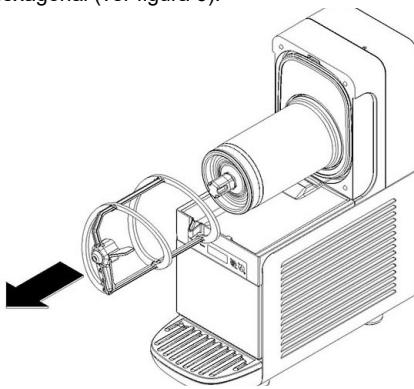
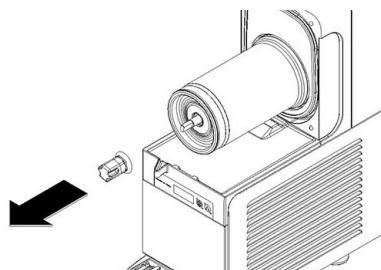

figura 5
figura 6
- 3** Extraiga del evaporador la espiral externa (ver figura 5) y, a continuación, la junta hexagonal (ver figura 6).